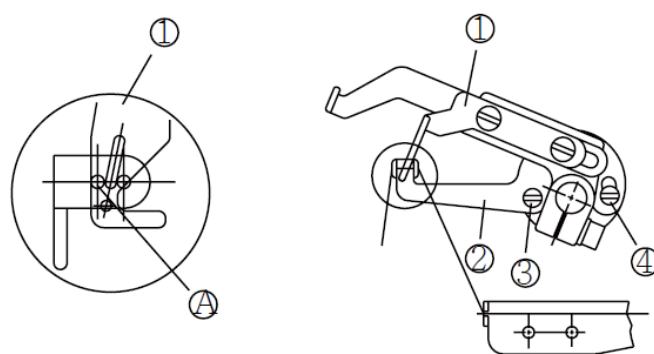

Fig. 22/22
1. Когда спредер натяжителя нити (1) отрегулирован наверх, маленькое отверстие A спредера натяжителя нити (2) должно находиться на одном уровне с длинной пазой спредера натяжителя нити (1). (Рис.22)
2. Для необходимой регулировки, ослабьте винт (3) и (4), отрегулируйте спредер натяжителя нити(2) вверх и вниз, затем затяните винт.